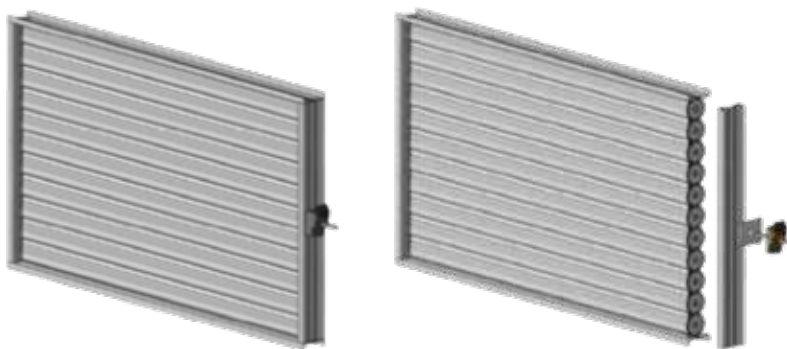

Рисунок 10: Амортизаторы и шестерни
- Заслонки Systemair оснащены фланцами, подходящими для подключения воздухопроводов (рисунок 10). Эти фланцы следует использовать при соединении воздухопроводов.